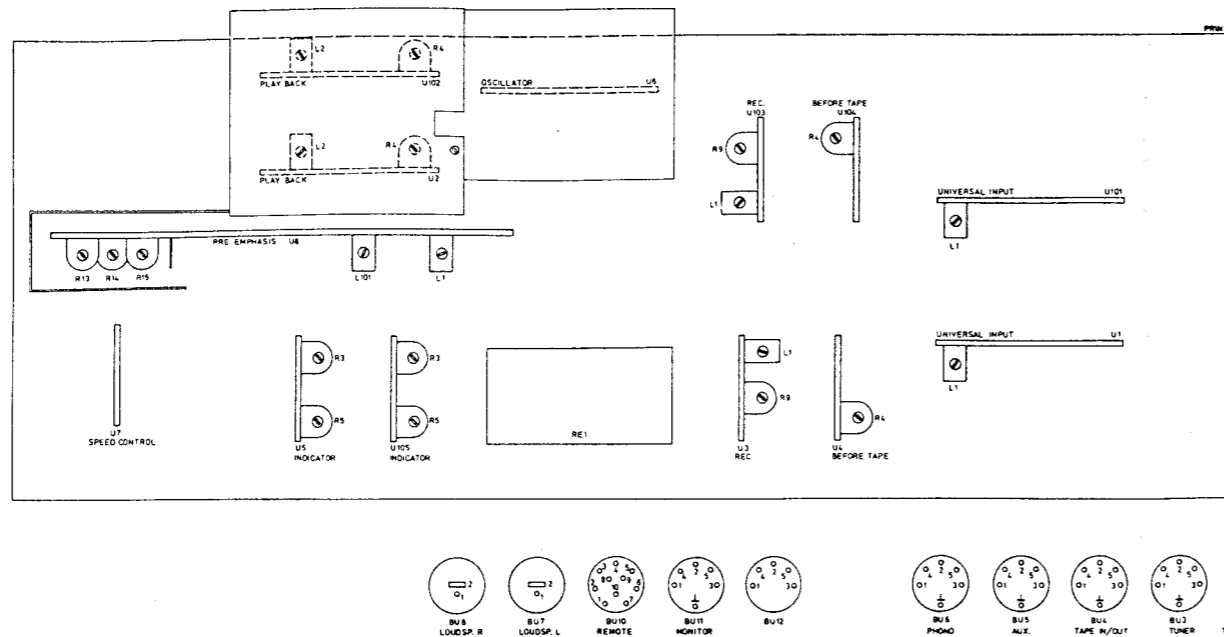

Fig. 5
- Justiere jetzt die genaue Geschwindigkeit. Drehe hierzu das Potentiometer, das zu der Geschwindigkeit gehört (siehe Abb. 5 und 11 und nachstehende Tabelle).
I. MESSUNGEN AN DEN FUNKTIONELLEN EINHEITEN (Abb.5)